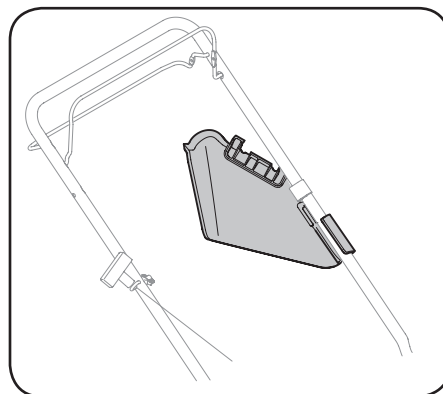

Figure 4-10
- Fixez le déflecteur d'éjection sur la poignée (le cas échéant). Voir Figure 4-10.